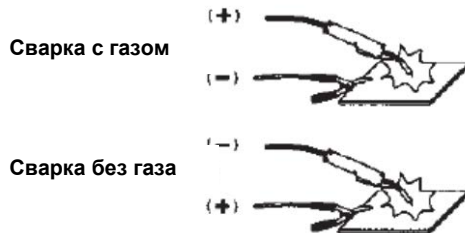

Рис.6
7.7. Электрическое соединение (Рис.6).